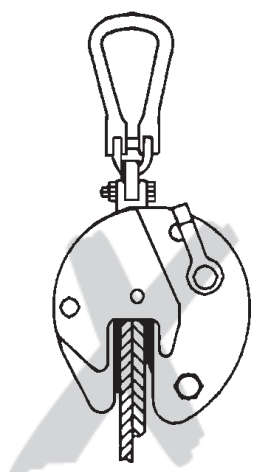

Fig. 3
- Sólo se puede transportar una plancha de metal cada vez con esta garra (Fig. 3).